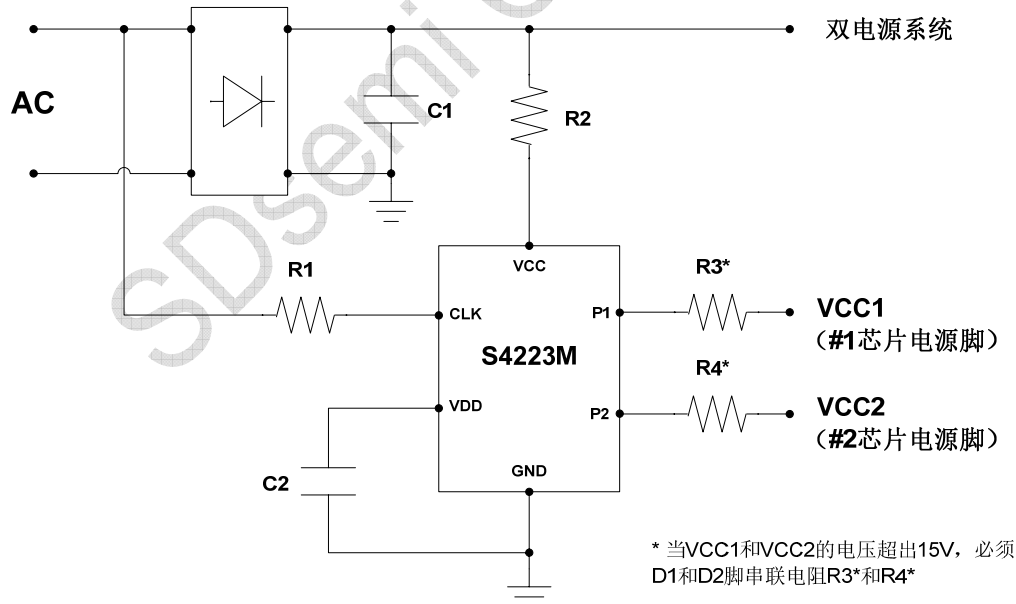

图1 S4223M 典型应用图
如图 1 所示: S4223M 的供电脚 VCC 通过电阻 R2 连接到整流桥输出正极, 也即电容 C1 的正极, 由于考虑到最高的交流电压和电阻的耐压, 如果该供电电阻使用的是贴片电阻建议两个串联。
2) 鉴于目前双电源开关调色温方案存在当 LED 铝基板感应漏电的情况时逻辑不正常的现象, 建议客户在设计时, 必须模拟 LED 铝基板漏电的情况, 并测试逻辑状态是否正常。S4223M 可以通过调节图 1 中的 R1 值消除漏电造成逻辑不正常的问题, 对于该问题来说, R1 值越大越好, 但是同时可能会造成最低工作电压变大, 所以在解决 LED 铝基板漏电的问题时必须考虑电源的最低工作电压的问题。
4) 如图 1 所示: 由于 S4223M 的检测脚 CLK 直接检测 AC 的输入端, 考虑到耐压的问题, 如果